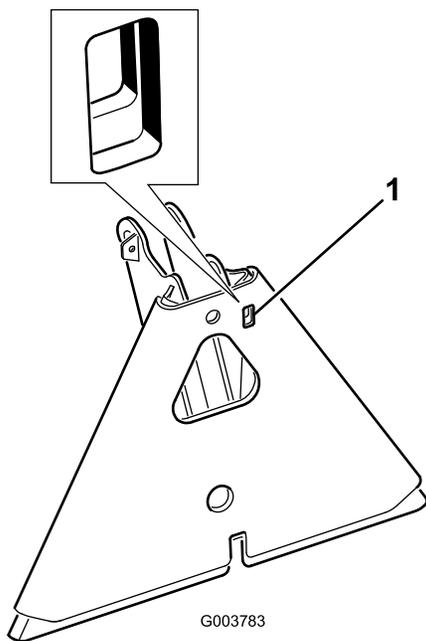

Figure 18
**Remarque:** Si l'adaptateur de l'accessoire se coince sur l'adaptateur du groupe de déplacement, insérez un levier/tournevis dans la fente prévue pour désengager les pièces (Figure 18).